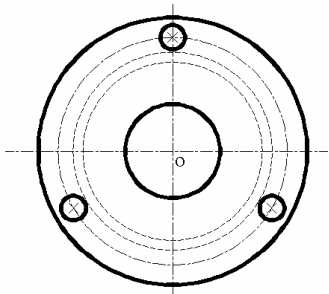

图 5-2-19
- STEP 04 用 MIRROR 命令镜像主视图的另一半，并删除多余的线，完成后效果如图 5-2-19 所示。